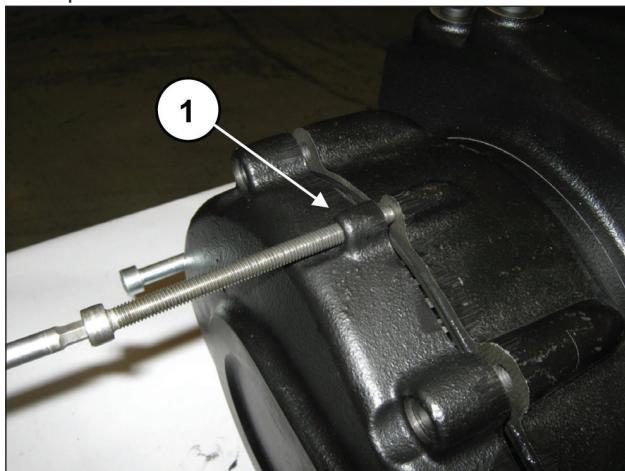

Рис. 6
Постепенно закручивайте 3 винта M8 (поз. ①, Рис. 6) с функцией съемников до полного снятия узла крышки и шестерни.